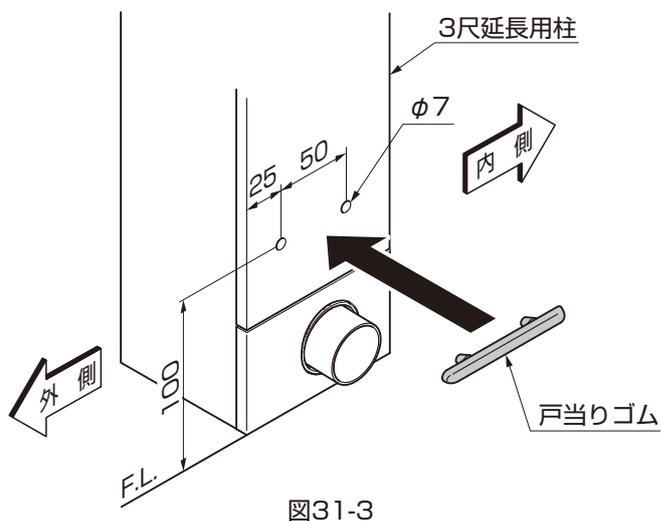

図31-3
- ① 図31-3参照して3尺延長用柱を加工してください。
- ② 戸当りゴムを3尺延長用柱に取付けてください。